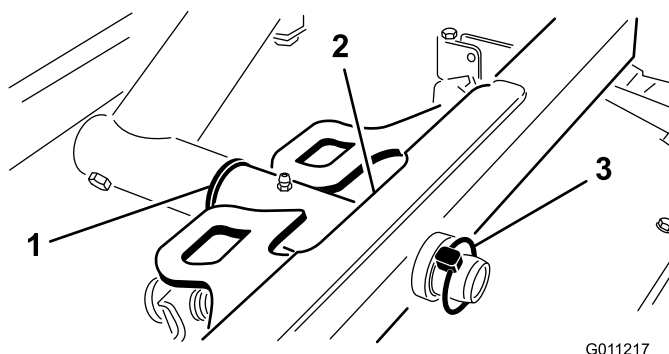

Figura 17
2. Faça deslizar a estrutura de suporte da unidade de corte para a haste de articulação e fixe-a com um pino de sujeição (Figura 17).